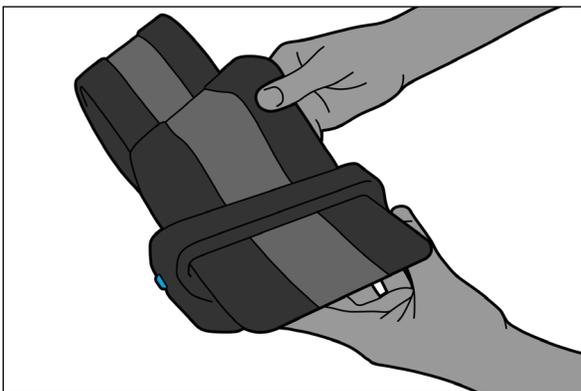
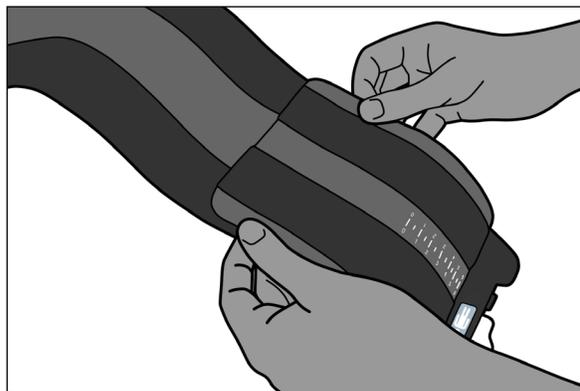

Figure 2
Figure 3
2. Placer la ceinture avec les numéros vers le bas, puis passer l'extrémité la plus longue de la ceinture à travers la pince (Figure 2). Rabattre la ceinture sur elle-même en s'assurant que toute la longueur d'accroche est engagée dans la boucle (Figure 3).